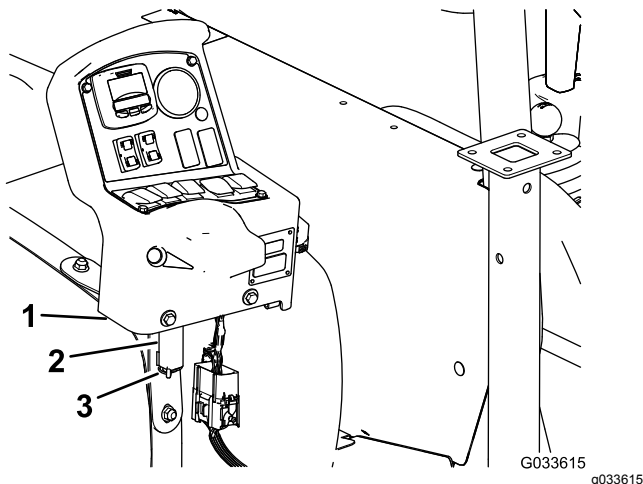

Figure 132
7. Déposez la console de son support sur la planche de bord de la machine et alignez l'axe de pivotement de la console et le support de rangement au niveau de la sangle avant de la cuve (Figure 132) ; voir Montage de la console de commande sur la machine \(page 21\).
8. Fixez la console au support et fixez l'axe de pivot au support avec la goupille fendue (Figure 132).